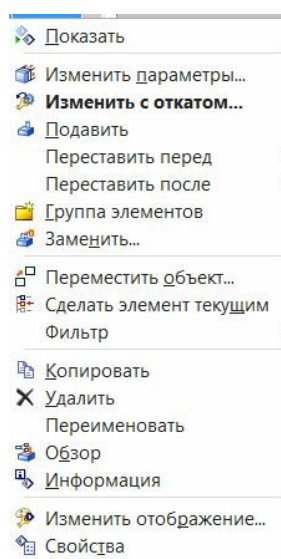

рис.84
Второе контекстное меню показано на рис.84.
- Вызвать контекстное меню рис.84.
- А бывают ситуации, когда вы хотите вообще удалить некоторый элемент, или геометрическое формообразование. В этом случае в контекстном меню рис. 84 вы выбираете команду **Удалить**.